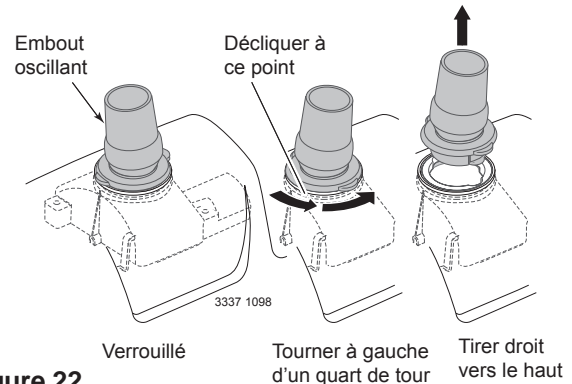

Figure 22
1. Retirer l'oscillateur (Figure 22) du nettoyeur en le tournant d'un quart de tour à gauche et en tirant dessus.